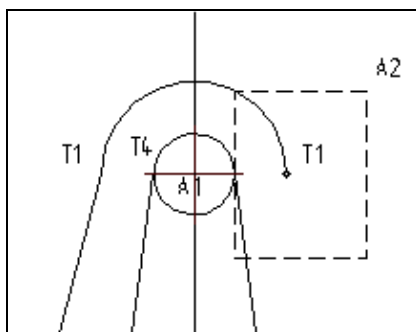

Рис. 7.24. Увеличение масштаба с помощью рамки
- ◆ мысленно заключите нужный участок для увеличения в прямоугольную рамку (рис. 7.24). На рисунке она выделена тонкой линией. В Строке сообщений запрос: *Укажите начальную точку рамки*;